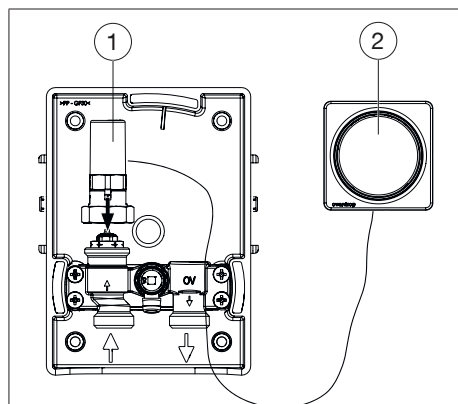

Fig. 9: Montage de la tête thermostatique avec commande à distance
3. Visser le piston de commande (voir Fig. 9 en page 40 (1)) sur le robinet. Diriger le tuyau capillaire vers le bas.